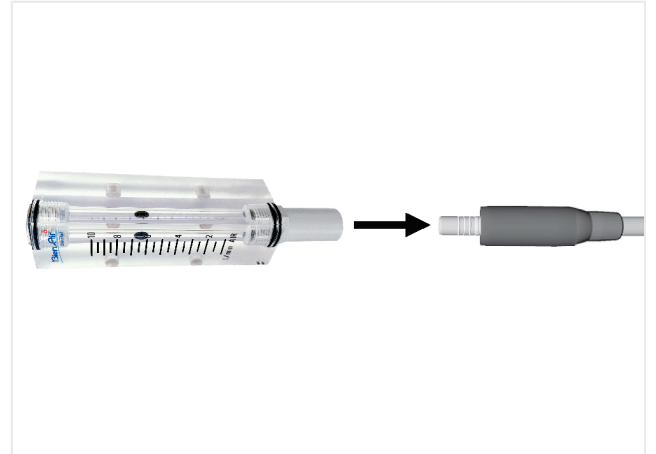

FIG. 5
5. Așezați debitmetrul pe capăt, apoi activați aerul de răcire și măsurați debitul de aer. Valoarea este măsurată în mijlocul bilei debitmetrului, conform standardului JIS B7551. FIG. 5.